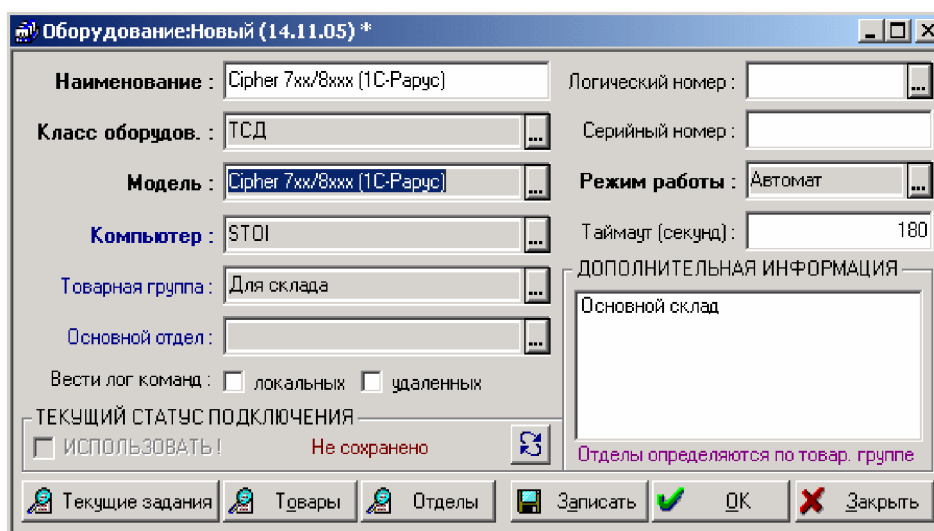

Рис. 3
- 3 Создайте элемент справочника оборудования, нажав в форме списка кнопку «Новый». Откроется форма нового элемента справочника (Рис. 3).